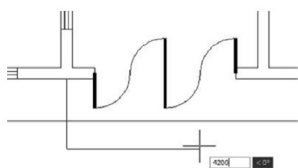

图 2.102 光标向右拖动并输入“4200”
⑥ 在**指定下一个点或【圆弧(A)/半宽(H)/长度(L)/放弃(U)/宽度(W)】**:提示下,将光标水平向右拖动,输入“4200”后按 Enter 键,如图 2.102 所示。